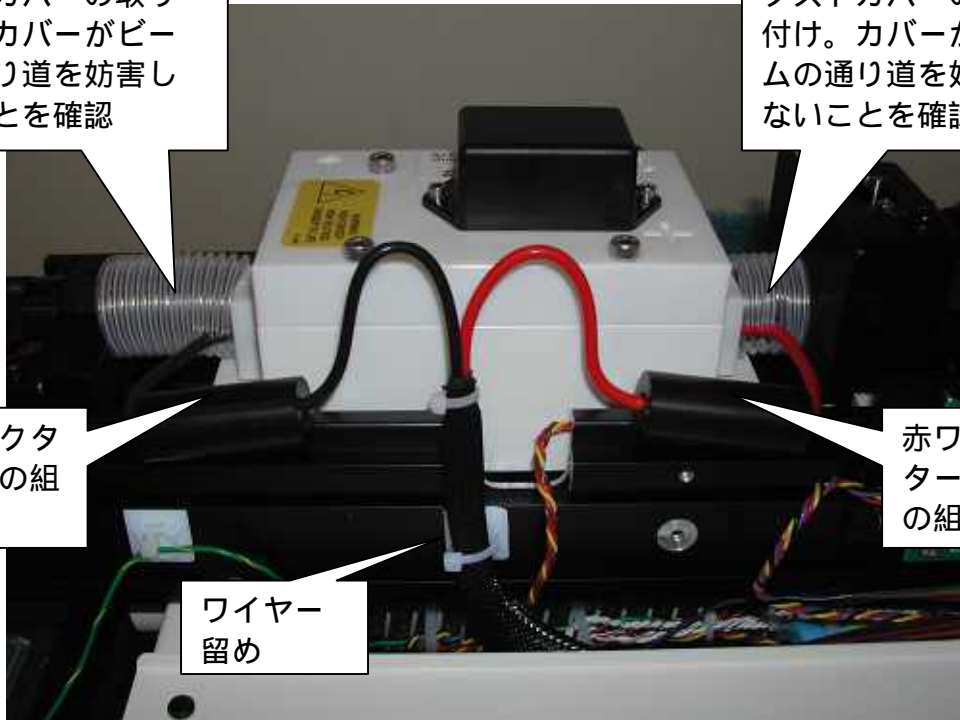

図 37
- コネクタ本体とワイヤーがレイルに近くあってそれらが機械のトップカバーで邪魔されていないことを確認してください。(注: 必要に応じてケーブル締め付け帯でまとめてください) 図 37
- チャンバーのそれぞれの端にダストカバーを取り付ける。ダストカバーがレーザービームの通り道を邪魔しないように注意する。図 37
チャンバートップ及びフラッシュランプエンドの漏れをチェック。(図37及び38を参考に)。問題ないことを確認後主電源“ 0 ”をオフにしてACコードをはずす。